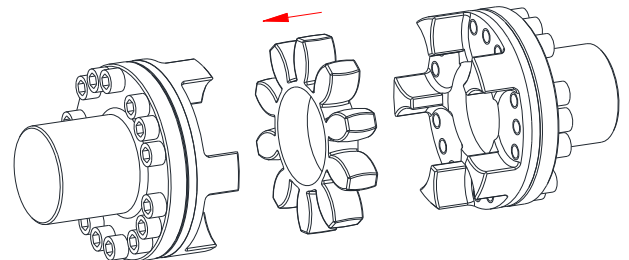

Figura 26: montaje de la estrella
- Instale la estrella o elementos DZ dentro de la sección de levas del la brida del lado de accionamiento o conducido (véase figura 26).